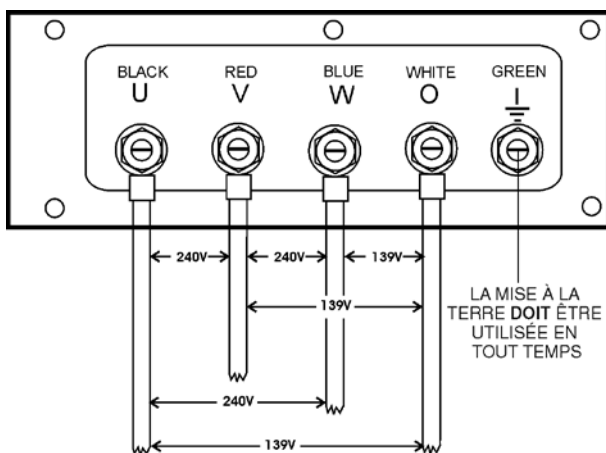

Figure 20. Cosses UVWO Connexions 3Ø-240/139V
2. Connectez les fils de charge aux cosses UVWO comme l'indique la Figure 20.